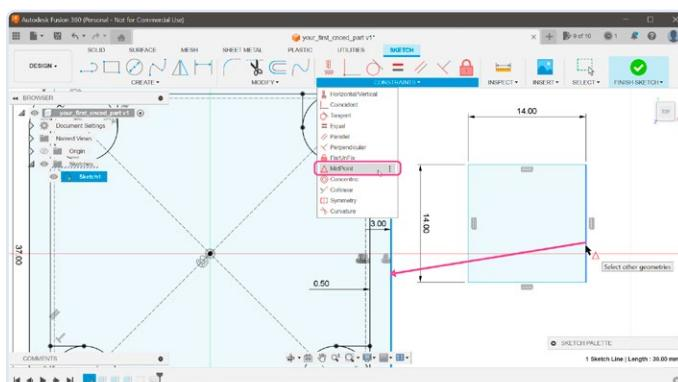

Figure 17. Centrage du rectangle avec la fonction *MidPoint*.
17. Pour déplacer le rectangle vers la position correcte, sélectionnez la limite du **MidPoint** (figure 17) à partir du groupe **Constraint** de la barre d'outils. Cliquez d'abord sur la ligne droite du nouveau rectangle. Ensuite, cliquez sur la ligne droite de la paroi du boîtier. Ceci permet d'aligner ces deux lignes et de déplacer le rectangle dans la position correcte. Répétez ces étapes pour l'ouverture du côté gauche et fermez le sketch.